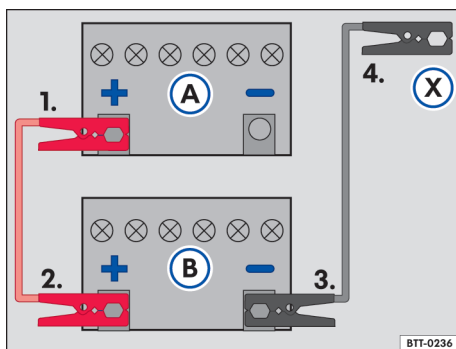

Fig. 146 Esquema para a conexão dos cabos auxiliares de partida: bateria do veículo descarregada (A) e bateria do veículo fornecedora de corrente (B).
Legenda para → Fig. 146:
Conectar o cabo auxiliar de partida somente na sequência **1 – 2 – 3 – 4** → Fig. 146.
- Conectar uma extremidade do cabo auxiliar de partida *vermelho* ao polo positivo (+) do veículo com a bateria do veículo descarregada → Fig. 146 (A) → ⚠.
- Conectar a outra extremidade do cabo auxiliar de partida *vermelho* ao polo positivo (+) do veículo fornecedor de corrente (B).
- Conectar uma extremidade do cabo auxiliar de partida *preto* ao polo negativo da bateria do veículo fornecedor de corrente (B).
- Conectar a outra extremidade do cabo auxiliar de partida *preto* (X) no veículo com a bateria do veículo descarregada em uma peça maciça de metal aparafusada firmemente ao bloco do motor ou no próprio bloco do motor - porém não nas proximidades da bateria (A) → ⚠.